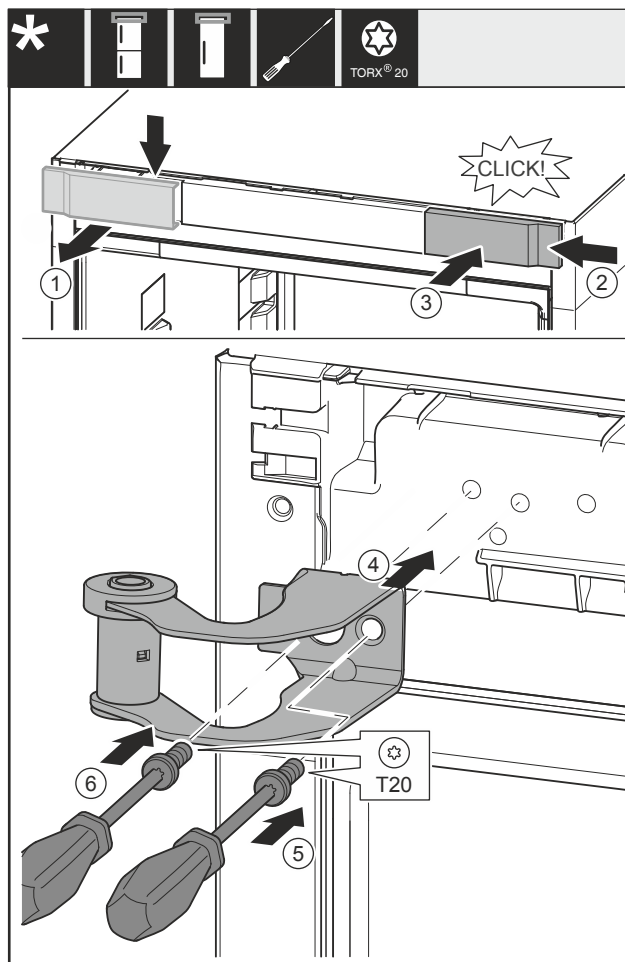

Fig. 11
- Retirer le couvercle Fig. 11 (1) depuis le haut vers l'avant.
- Accrocher le couvercle Fig. 11 (2) tourné de 180° de l'autre côté depuis le côté droit.
- Enclencher le couvercle Fig. 11 (3).
- Poser le support de palier supérieur Fig. 11 (4).
- Visser la vis Fig. 11 (5).
- Visser la vis Fig. 11 (6).